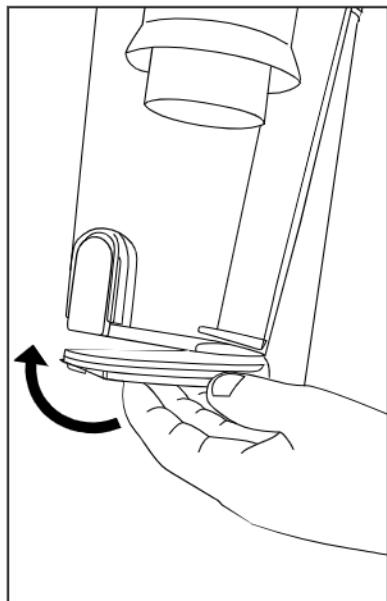

Fig. 2
3. Refermez le fond du réservoir à poussière en vous assurant qu'il se verrouille en place (Fig. 2). Reprenez l'utilisation de l'aspirateur.